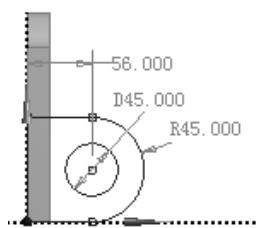

图 3.3.18 截面草图 Sketch2
(1) 定义草图平面并选取草图命令。在“草图绘制”工具条中的 **ZXPlane** 下拉列表中选择 ZXPlane 平面为草图平面，单击工具条中的“New Sketch”按钮 ，在选项卡区打开 **Sketching** 选项卡进入草图绘制模式。
(2) 绘制图 3.3.18 所示的截面草图。